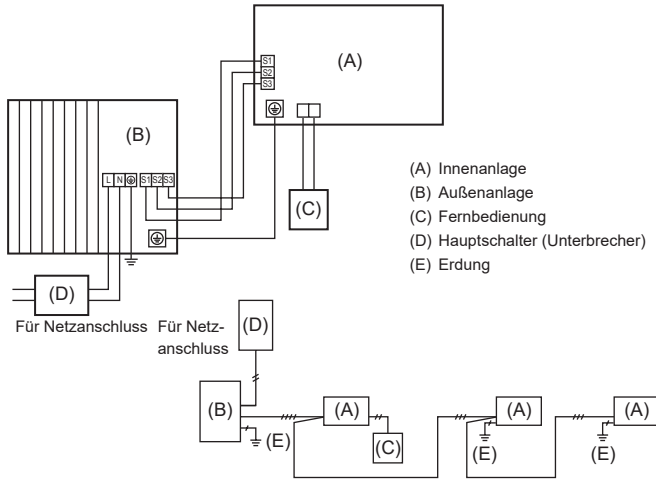
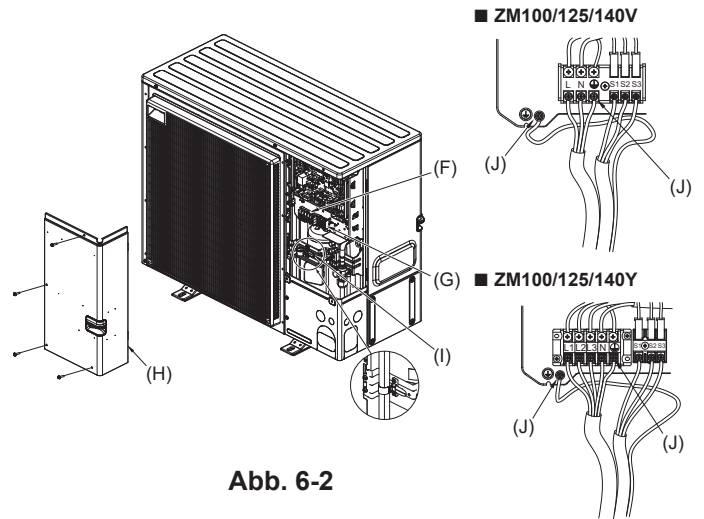

Abb. 6-1
Abb. 6-2
6.1. Auenanlage (Abb. 6-1, Abb. 6-2)
- (1) Die Bedienungsplatte abnehmen.
- (2) Die Kabel gema der Abb. 6-1 und der Abb. 6-2 verdrahten.